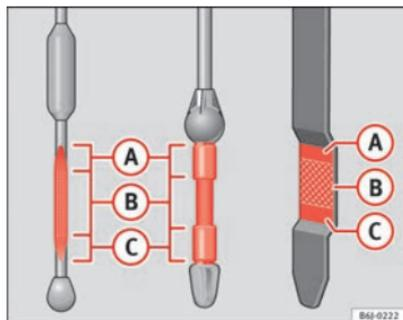

Fig. 163 Astina di misurazione livello olio motore
- In seguito, estrarla di nuovo e controllare il livello dell'olio ⇒ fig. 163. Se necessario, rabboccare dell'olio.